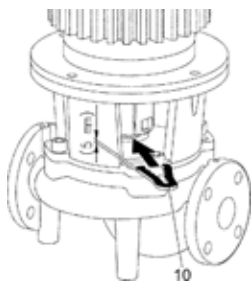

рис. 15: Установка монтажной вилки
- Вставить монтажную вилку (рис. 15, поз. 10) между промежуточным корпусом и муфтой. Монтажная вилка должна располагаться без зазора.
- Вставить монтажную вилку (рис. 15, поз. 10) между промежу-